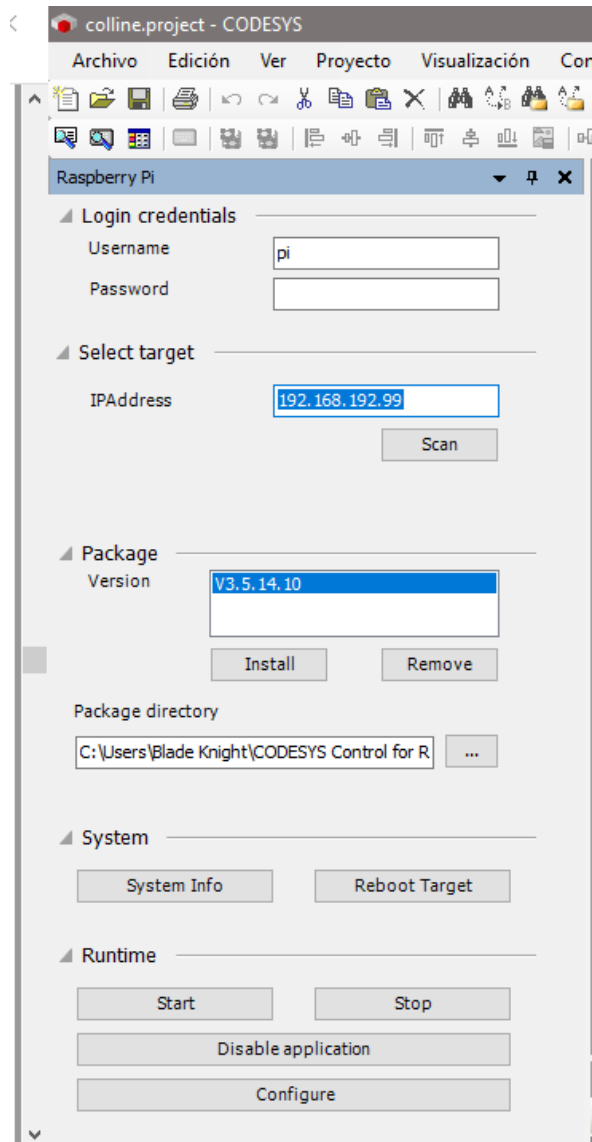

Figura 35: Ventana de inicio de sesión raspberry-CODESYS
8. Instale el paquete V3.5.14.10, pulsando "Install" (ver Figura 35: Ventana de inicio de sesión raspberry-CODESYS)
9. Presione el botón "Start" para iniciar la sesión SSH. (ver Figura 35: Ventana de inicio de sesión raspberry-CODESYS)